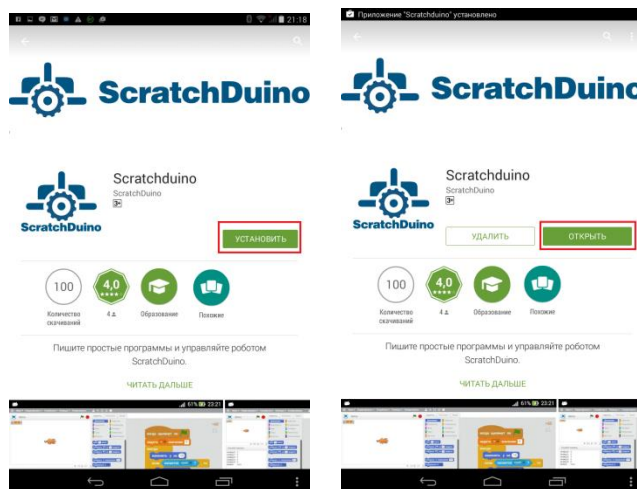

Рис. 9. Установка ScratchDuino из Google Play.
- найдите в Google Play приложение ScratchDuino и нажмите УСТАНОВИТЬ (см. рис. 9, слева);
- следуйте указаниям Мастера установки. После установки щёлкните по кнопке ОТКРЫТЬ (см. рис. 9, справа).